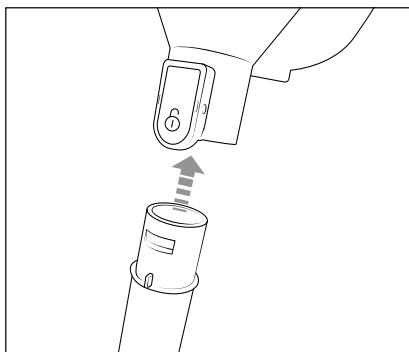

Abb. 1
- 1) Schieben Sie das Teleskopsaugrohr 16 auf die Saugöffnung des Gerätes, bis es hörbar einrastet (siehe Abb. 1). Achten Sie dabei auf die richtige Position der Verriegelung.